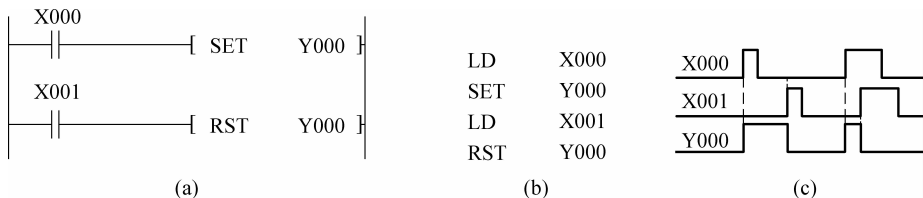

图 3-1-10 SET 和 RST 指令的应用
置位与复位指令的应用可用图 3-1-10 形象地说明。
(1) 在图 3-1-10(a)中, 触点 X000 一旦闭合, Y000 得电; 触点 X000 断开后, Y000 仍得电。触点 X001 一旦闭合, 则无论触点 X000 闭合还是断开, Y000 都不得电, 其波形如图 3-1-10(c)所示。
(2) 对同一软元件, SET、RST 可多次使用, 顺序先后也可任意, 但以最后执行的一行